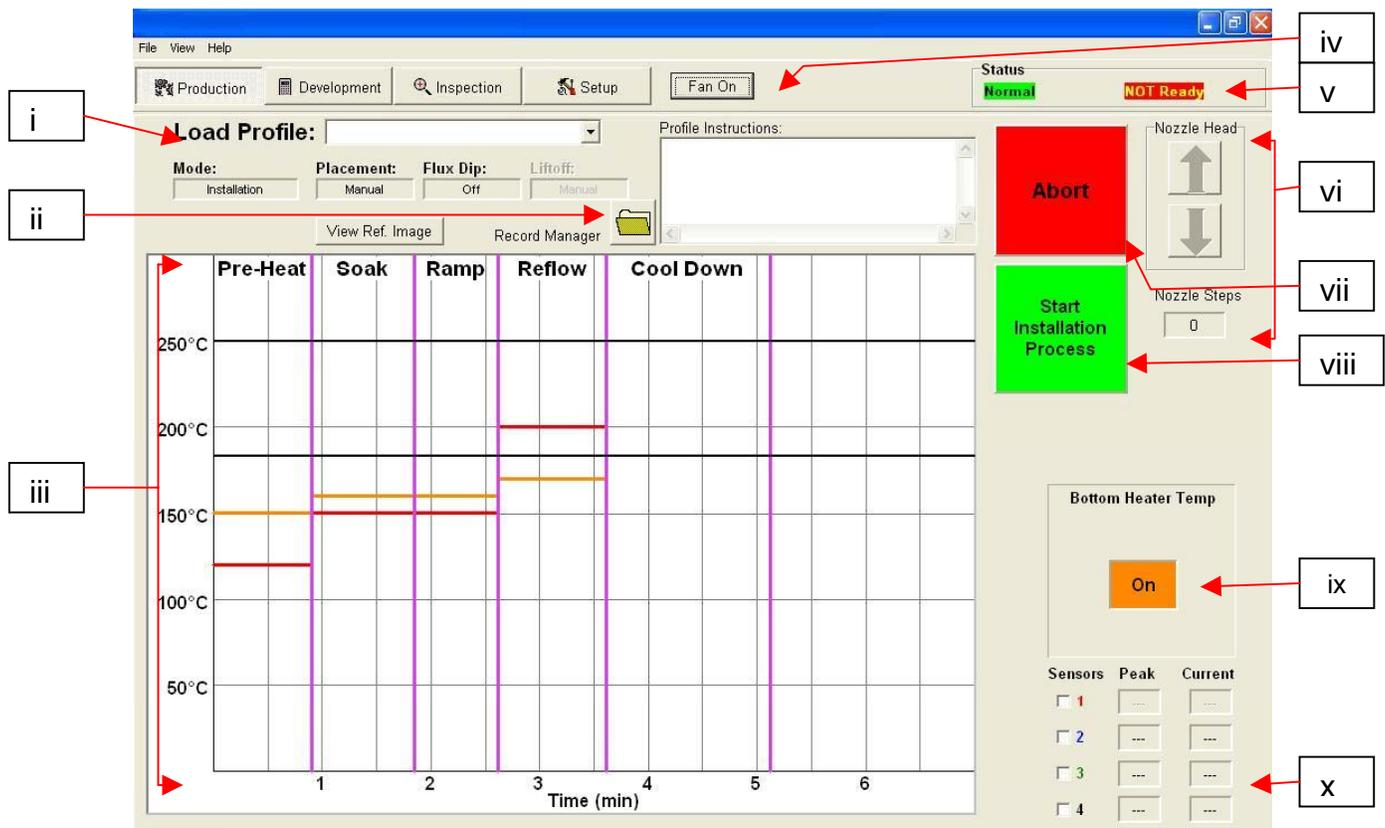

Abbildung 6a
- ii. Aufzeichnungsmanager. Profilinformationen können gespeichert und ins Dateiformat PDF exportiert werden. Siehe Abbildung 6a.